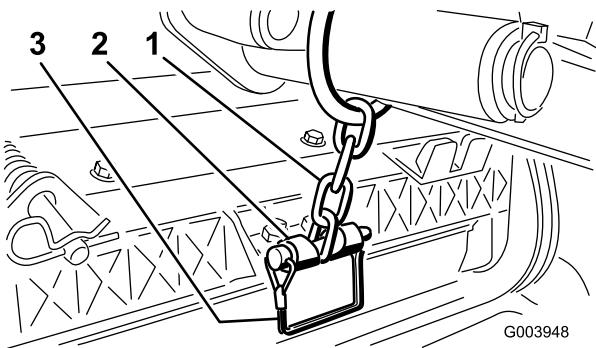

Figura 12
12. Prenda a corrente do braço de elevação ao suporte da corrente com o pino de encaixe (Figura 12).